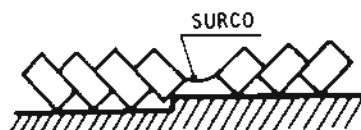

Fig. 4
- 2) Al concluir la arada de 1 amelga par, reduzca la profundidad de arada en las dos últimas pasadas, para dejar un surco poco profundo (fig. 4).